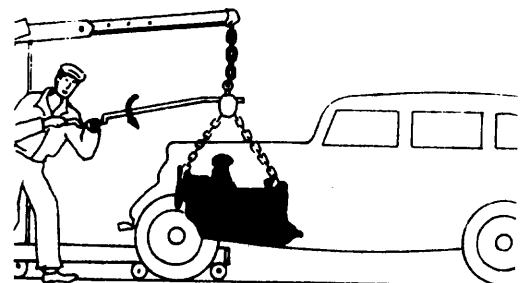

Fig. 1
- b Instale el aparejo para levantar el motor y asegure el estrobo (fig. 1).